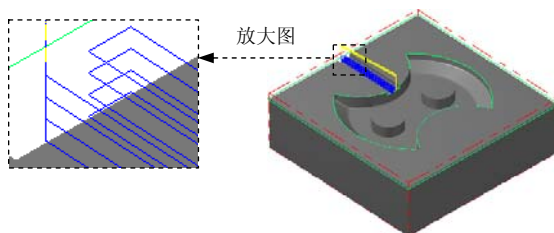

图 22.20 刀具路径
(1) 设置曲面参数。在“曲面粗加工平行铣削”对话框中单击 **曲面参数** 选项卡，然后在 **加工面** 文本框中输入 0.2，**干涉面** 文本框中输入 0.2。
(2) 设置粗加工平行铣削参数。在“曲面粗加工平行铣削”对话框中单击 **粗加工平行铣削参数** 选项卡。然后在 **大切屑间距 (M)** 文本框中输入值 5.0；在 **切削方式** 下拉列表中选择 **双向** 选项；在 **下刀的控制** 区域选中  **单侧切削** 单选项以及  **允许沿面下降切削(-Z)** 复选框。
Step7. 单击“曲面粗加工平行铣削”对话框中的  按钮, 同时在图形区生成图 22.20 所示的刀具路径。